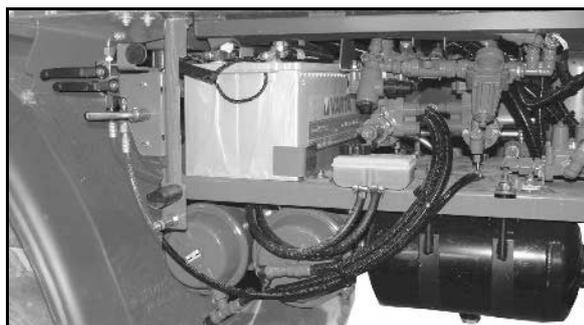

Fig. 172
- Spannrolle (Fig. 172/1) mit Steckschlüssel (Fig. 172/3) in Pfeilrichtung drücken bis ein Haltestift $\varnothing 6\text{mm}$ (Fig. 172/4) in der Montagebohrung fixiert werden kann.
Keilrippenriemen (Fig. 172/2) ist jetzt spannungsfrei.
- Keilrippenriemen (Fig. 172/2) zuerst von der kleinsten Rolle bzw. von der Spannrolle abziehen.
- Neuen Keilrippenriemen (Fig. 172/2) auflegen.
- Keilrippenriemen mittels Spannrolle und Steckschlüssel (Fig. 172/3) neu spannen. Prüfen, ob der Keilrippenriemen richtig in seiner Führung aufliegt.